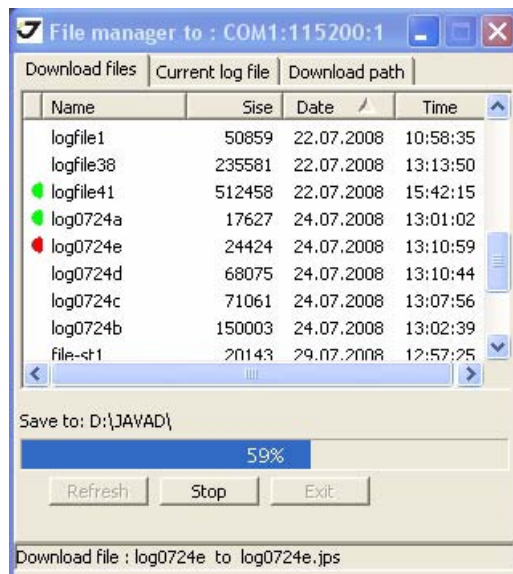

Рисунок 5-4. Download Files – Статус
7. Нажмите кнопку *Download*. Во время процесса выгрузки индикатор состояния будет отображать для каждого файла следующее (Рисунок 5-4 на стр. 48):